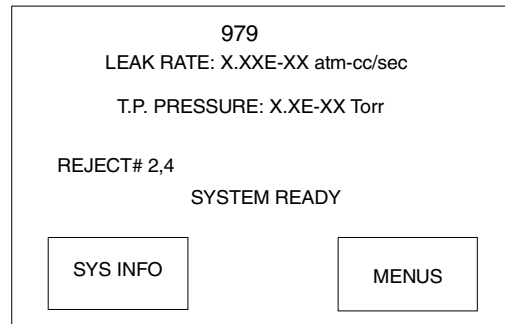

Abbildung 3-10 979 Touchscreen-Startbildschirm
1. Überprüfen Sie im Startbildschirm (Abbildung 3-10), ob sich der Lecksucher im Zustand SYSTEM READY (System bereit) befindet, und ob der Testanschluss verschlossen ist.
1. Überprüfen Sie, ob sich der Lecksucher im Zustand SYSTEM READY (System bereit) befindet (Abbildung 3-10 auf Seite 3-11), und ob der Testanschluss verschlossen ist.